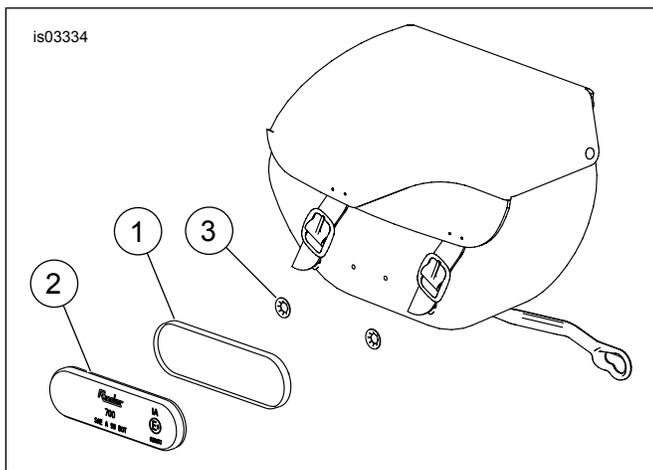

Figure 6. Installer les réflecteurs
1. Consultez Figure 6 . Placer le support (1) du réflecteur au centre de la sacoche.